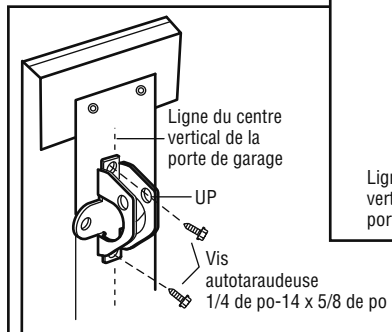

Figure 3
- Percer des trous de fixation de 3/16 po. Fixer le support de porte à l'aide des vis autotaraudeuses. (Figure 3)